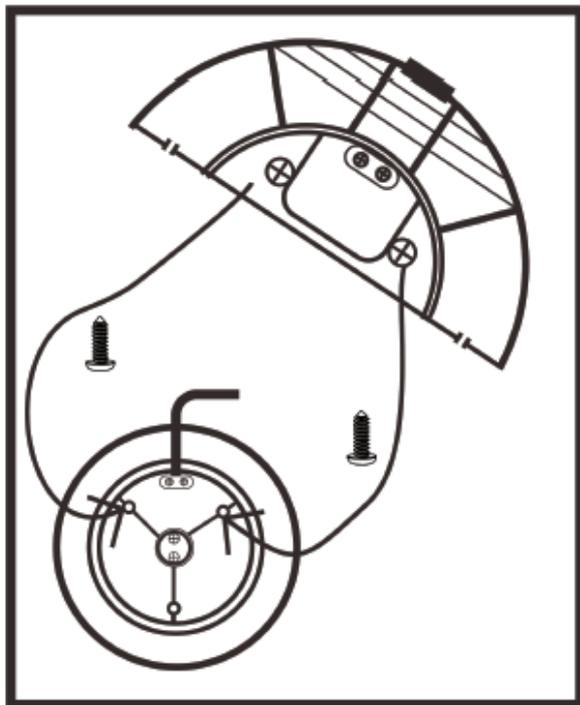

Fig. 3
- Ora metti la seconda parte del supporto (9) sul motore (2) e la parte del telaio (9) che è già stata montata. Il cavo di alimentazione (8) deve ora essere instradato attraverso il centro del supporto (9) e infilato attraverso le guide dei cavi (vedi Fig. 3).